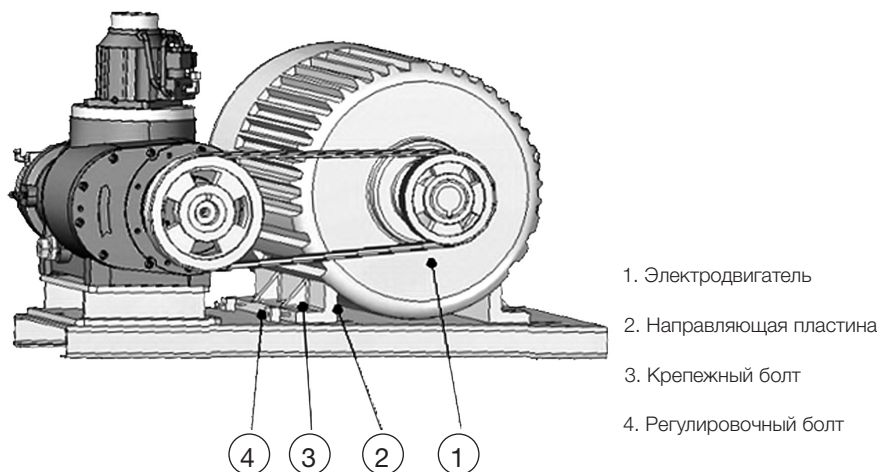

Рис. 6.1 Внутренние детали компрессора
- c. Для регулировки натяжения ремня слегка ослабьте четыре крепежных болта под главным электродвигателем и поверните регулировочный винт для перемещения электродвигателя и натяжения клиновых ремней. После завершения регулировки затяните крепежные болты, удерживая электродвигатель. См. рис. 6-1.